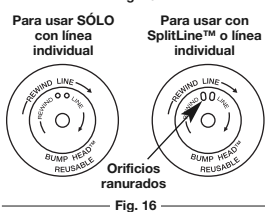

Fig. 16
Antes de operar esta unidad, párese en posición de operación (Fig. 16). Verifique lo siguiente:
6. Tome aproximadamente 20 pies (6 m) de nueva línea de corte, enlázela en dos longitudes iguales. Inserte cada extremo de la línea a través de uno de los dos orificios del carrete interior (Fig. 16). Pase la línea a través del carrete interior de modo que el lazo sea lo más pequeño posible.